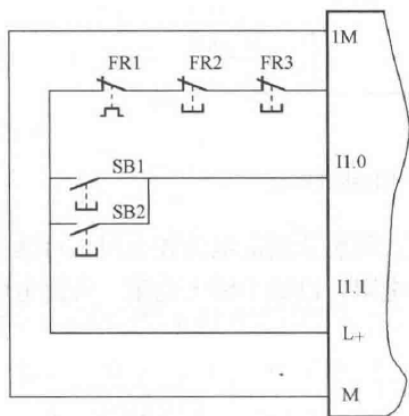

图 5-18 硬件逻辑组合输入法
1) 硬件逻辑组合输入法。对两地操作按钮、安全保护开关等可先进行串联后再接入 PLC 输入端子，如图 5-18 所示。